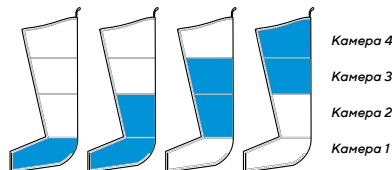

Рисунок 4 – Режим накачивания Wave (Волна)
- Например: Когда камера 2 заполняется, камера 1 начинает сдуваться, а камера 3 — накачиваться, так что на мгновение две камеры одновременно достигают целевого давления. (См. Рисунок 4)